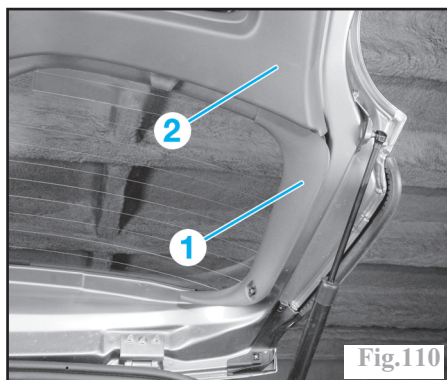

Fig.110
- la garniture supérieure (1), de chaque côté de la lunette (Fig.110).
- la garniture inférieure (2).